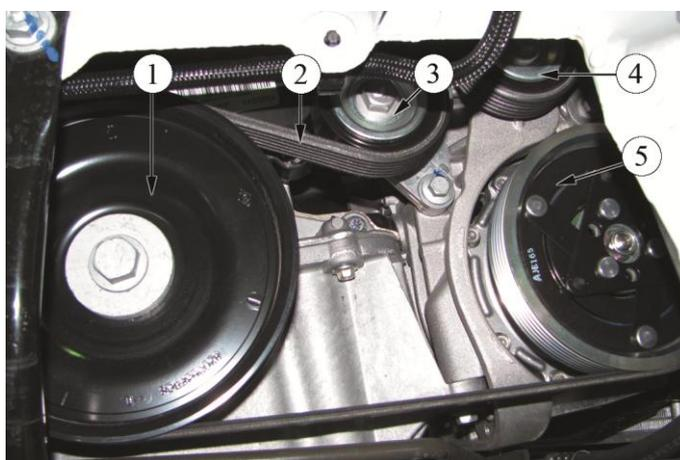

Рисунок 3-1 – Проверка ремня привода вспомогательного оборудования:
Проверить состояние ремня 2, рисунок 3-1, привода вспомогательного оборудования. Наличие трещин, разломачивание и расслоение ремня не допускается. При необходимости заменить ремень привода вспомогательного оборудования:
- повернуть автоматический натяжной ролик 3, рисунок 3-1, ремня привода вспомогательного оборудования по часовой стрелке (ключ гаечный 16);